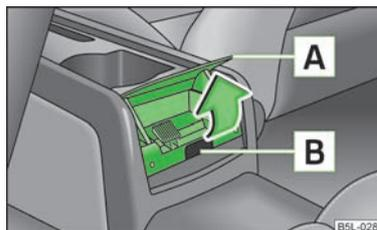

Fig. 67
- Attrapez le couvercle du cendrier par le bord **A** et ouvrez-le dans le sens de la flèche » fig. 67.